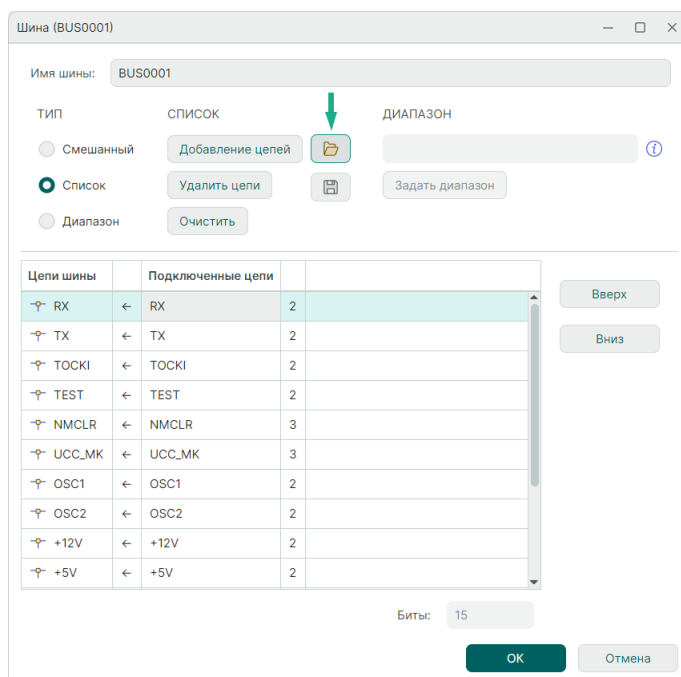

Рис. 186 Импорт списка цепей шины
4. В поле «Список» нажмите , см. Рис. 186.